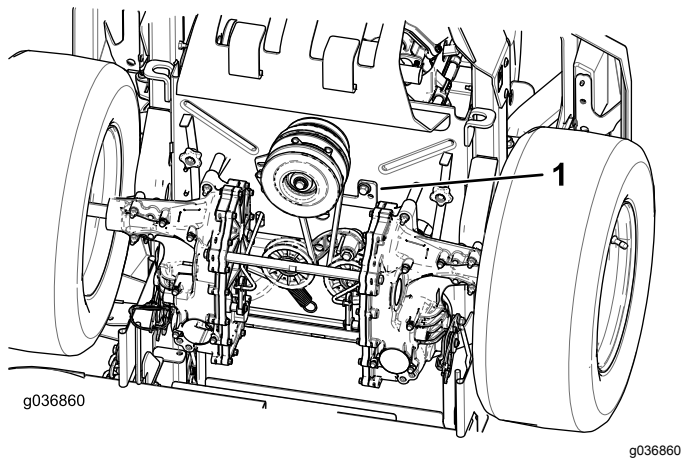

図 67
- クラッチストップを取り外す 図 67。
9. クラッチストップを取り付ける 図 67。